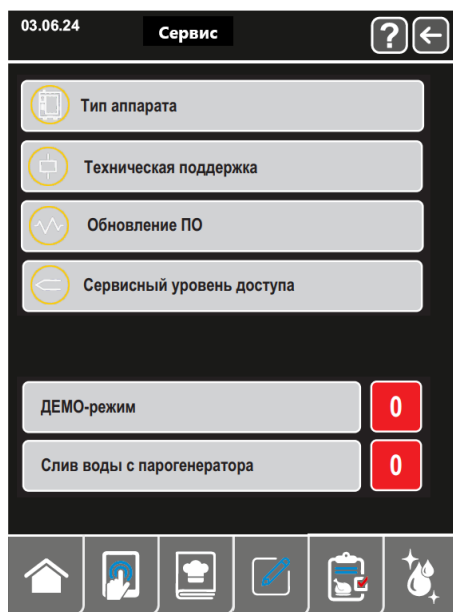
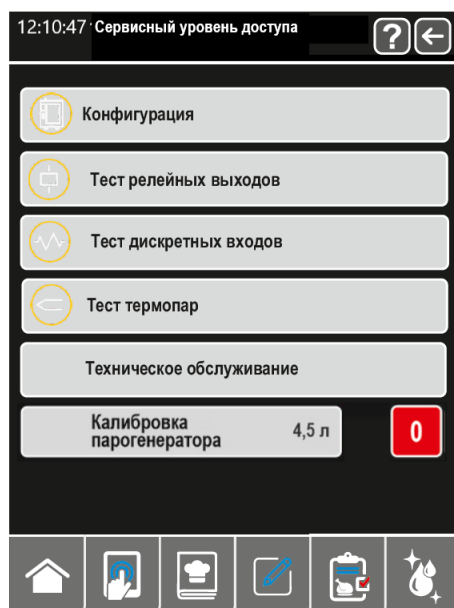

Рис.15.7 Окно «СЕРВИС»
Рис.15.10 Окно «**СЕРВИСНЫЙ УРОВЕНЬ ДОСТУПА**»
5.6.5 На окне «НАСТРОЙКИ» нажать строку **Сервис** отобразится окно «СЕРВИС» (см. рис. 15.7).
5.6.5.2 В окне «**СЕРВИС**» (см. рис. 15.7) нажмите на строку «**ТЕХНИЧЕСКАЯ ПОДДЕРЖКА**», отобразится окно с номерами телефонов сервисной поддержки.
5.6.5.3 В окне «**СЕРВИС**» (см. рис. 15.7) нажмите на строку «**ОБНОВЛЕНИЕ ПО**», отобразится клавиатура и сообщение введите пароль для доступа. Введите пароль «0000». Откроется окно «**ОБНОВЛЕНИЕ ПО**» (см. рис. 15.9).
5.6.5.4. В окне «**СЕРВИС**» (см. рис. 15.7) выберите «**СЕРВИСНЫЙ УРОВЕНЬ ДОСТУПА**». Введите пароль «0000». Отобразится окно «**СЕРВИСНЫЙ УРОВЕНЬ ДОСТУПА**» (см. рис. 15.10).
5.6.5.4.1 В окне «**СЕРВИСНЫЙ УРОВЕНЬ ДОСТУПА**» (см. рис. 15.10) нажмите на строку «**ТЕСТ РЕЛЕЙНЫХ ВЫХОДОВ**». Отобразится окно «**ТЕСТ РЕЛЕЙНЫХ ВЫХОДОВ**» (см. рис. 5.12). Все выходы реле на контроллере релейной платы отключатся.
5.6.5.4.2 В окне «**СЕРВИСНЫЙ УРОВЕНЬ ДОСТУПА**» (см. рис. 15.10) нажмите на строку «**ТЕСТ ДИСКРЕТНЫХ ВХОДОВ**». Отобразится окно «**ТЕСТ ДИСКРЕТНЫХ ВХОДОВ**». (см. рис. 5.13).
5.6.5.4.3 В окне «**СЕРВИСНЫЙ УРОВЕНЬ ДОСТУПА**» (см. рис. 15.10) нажмите на строку «**ТЕСТ ТЕРМОПАР**». Отобразится окно «**ТЕСТ ТЕРМОПАР**» (см. рис. 5.14). Все выходы реле на контроллере релейной платы отключатся.
5.6.5.4.4 В окне «СЕРВИСНЫЙ УРОВЕНЬ ДОСТУПА» (см. рис. 15.10) нажмите на строку «ТЕХНИЧЕСКОЕ ОБСЛУЖИВАНИЕ». Отобразится окно «ТЕХНИЧЕСКОЕ ОБСЛУЖИВАНИЕ» (см. рис. 5.15).
5.6.5.4.5 В окне «**СЕРВИСНЫЙ УРОВЕНЬ ДОСТУПА**» (см. рис. 15.10) в строке калибровка парогенератора имеется кнопка для её запуска. При необходимости провести новую калибровку объё-